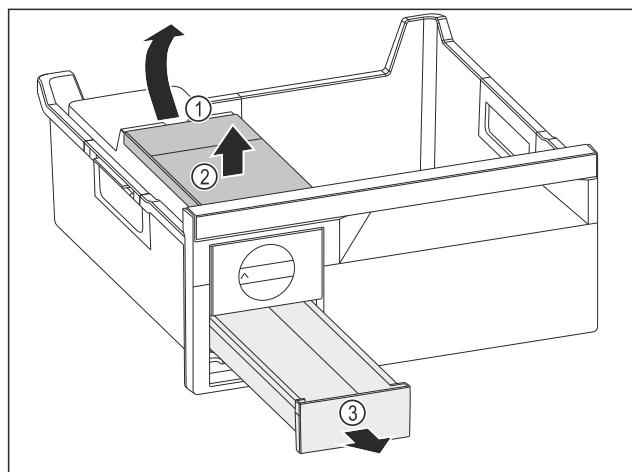

Fig. 144
- Odobratie nádržky na vodu: Nádržku na vodu nadvhnite za vybranie Fig. 144 (1).
- Nádržku na vodu Fig. 144 (2) odoberte smerom nahor.
- Zásuvku na kocky ľadu Fig. 144 (3) odoberte smerom nahor.